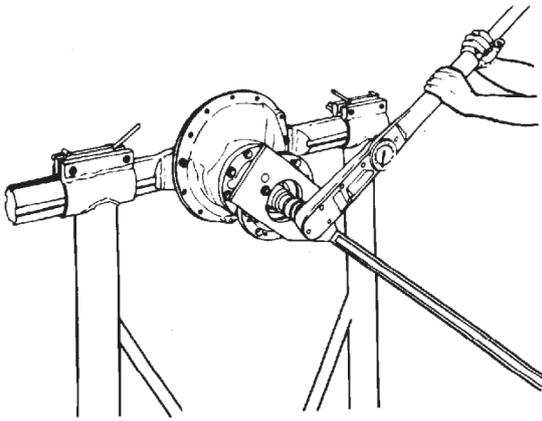

Figura 62
- D. Imobilize o garfo/flange da junta universal com uma ferramenta adequada e aperte a porca do pinhão com o valor mínimo especificado na seção Torques De Aperto (Figura 62);